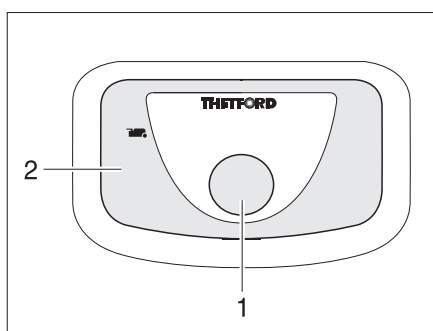

Fig. 255 Botón del inodoro/luz de control del inodoro Thetford
- Para lavar, pulsar el botón del inodoro azul (Fig. 255,1).
La luz de control (Fig. 255,2) se enciende cuando es necesario vaciar el cassette Thetford.
- Desplazar la palanca de corredera (Fig. 255,1) en sentido de las agujas del reloj. Se cierra la corredera. Para el vaciado debe estar cerrada la corredera en el inodoro Thetford.